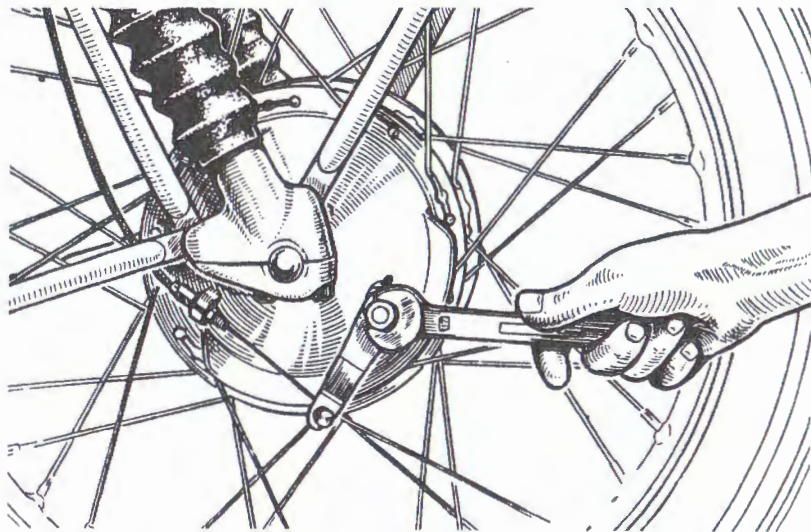
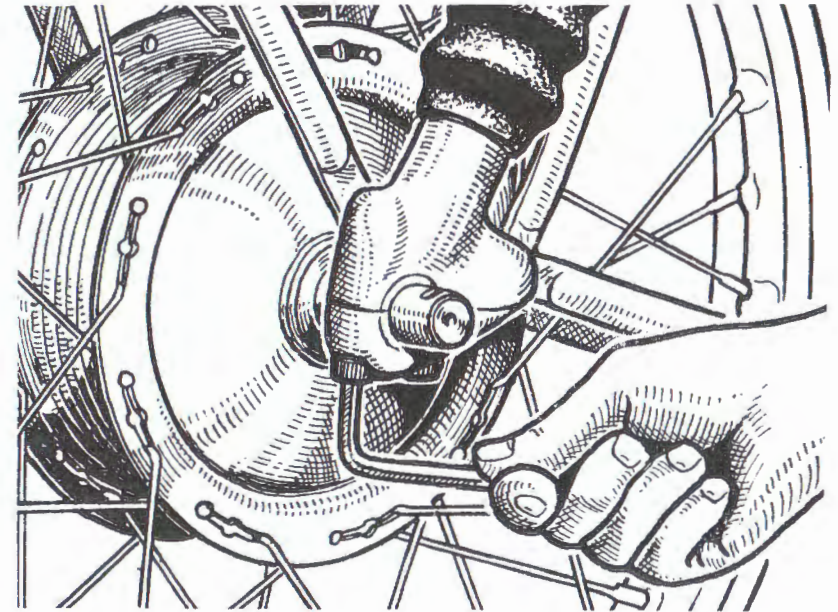
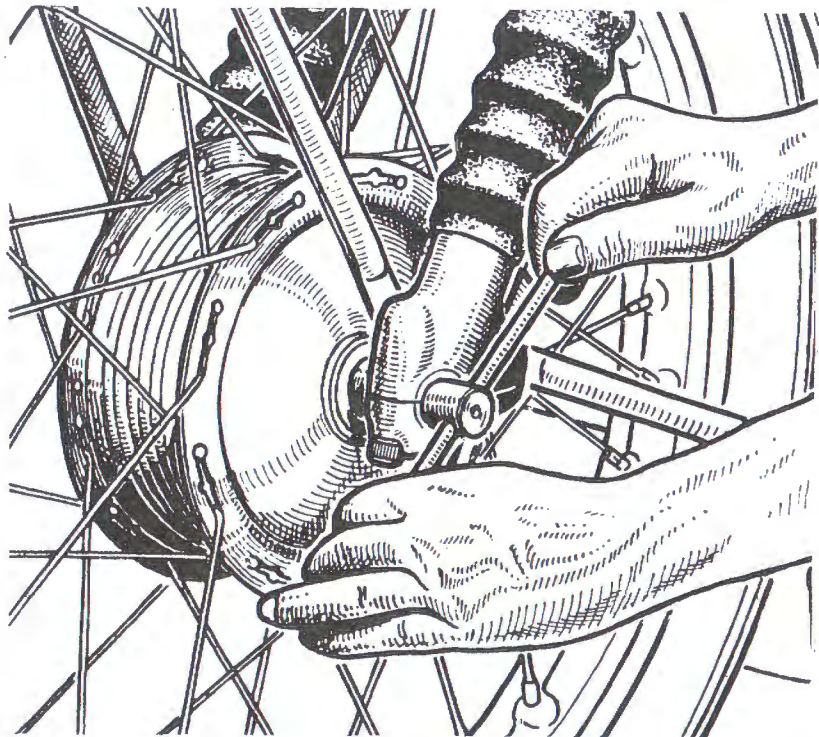
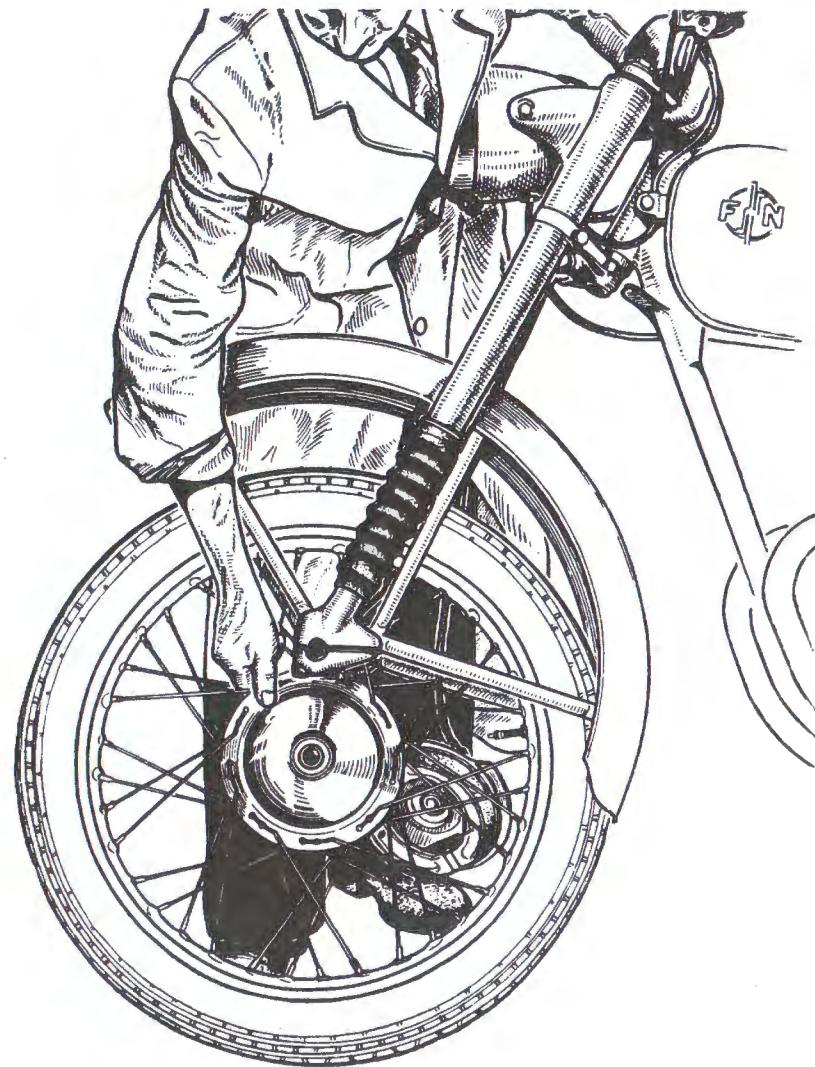

Fig. 22.
Fig. 23.
Fig. 24.
Fig. 25.
**Demonteren voorwiel.** — De machine zijnde op de middensteun, de remkabel losmaken (fig. 22). De Halen schroeven losdraaien (fig. 23); de hierdoor vrijkomende steekas kan worden uitgeschroefd met behulp van het tot de uitrusting behorende gereedschap (fig 24). Wanneer de steekas is weggenomen komt het wiel met de remflens naar beneden. De machine schuin houden om de flens terug te kunnen brengen en het wiel naar voren uitnemen (fig 25). De machine zonder het voorwiel blijft in evenwicht op de steun en het achterwiel.